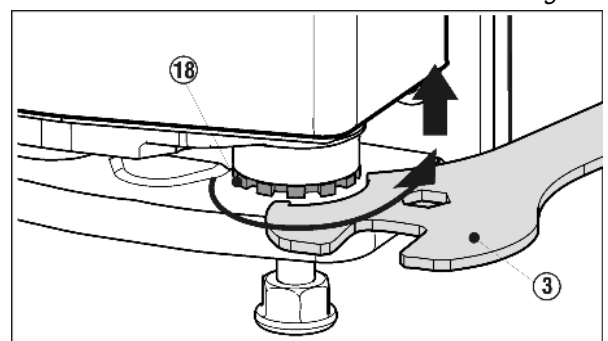

Fig. 22
- Om de deur op te tillen de lagerbout Fig. 22 (18) met de meegeleverde steeksleutel Fig. 22 (11) rechtsom uitdraaien. In leveringsstoestand is de lagerbout geheel ingedraaid.